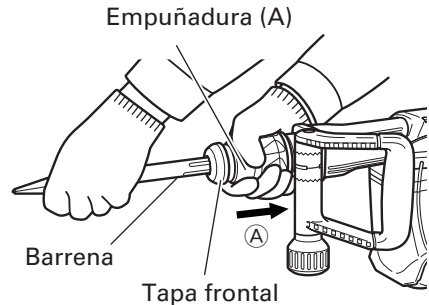
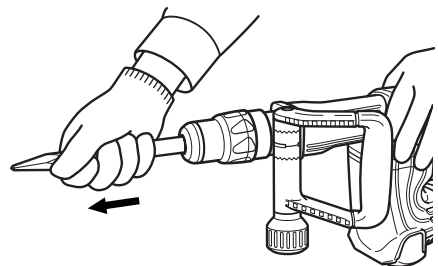
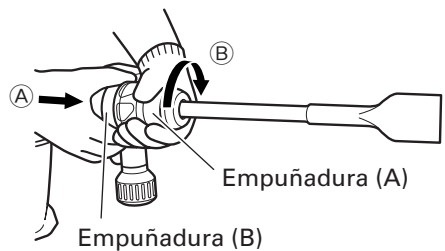

Fig. 2
Fig. 3
Fig. 4
- (1) Limpie la parte del vátago de la herramienta.
- (2) Tal como se muestra en la Fig. 2, tire de la empuñadura (A) en la dirección de (A), e inserte la herramienta en el orificio de la tapa frontal.
- (3) Ajuste la posición de la ranura girando la herramienta, y después inserte más hasta que ésta toque el extremo del orificio.
- (4) Devuelva la empuñadura (A) a su posición original, tire de la herramienta para asegurarse de que haya quedado completamente bloqueada. (Fig. 3)
- (1) Como se muestra en la Fig. 4, si la empuñadura (A) se gira en el sentido de (B) cuando la empuñadura (B) esté girada 60 grados en el sentido de (A), el ángulo de la cuchilla podrá cambiarse libremente hasta la posición deseada.
- (2) Suelte la empuñadura (B), gire la herramienta, y cerciése de que haya quedado completamente bloqueada.
Tal como se muestra en la Fig. 2, tire de la empuñadura (A) y extraiga la herramienta.